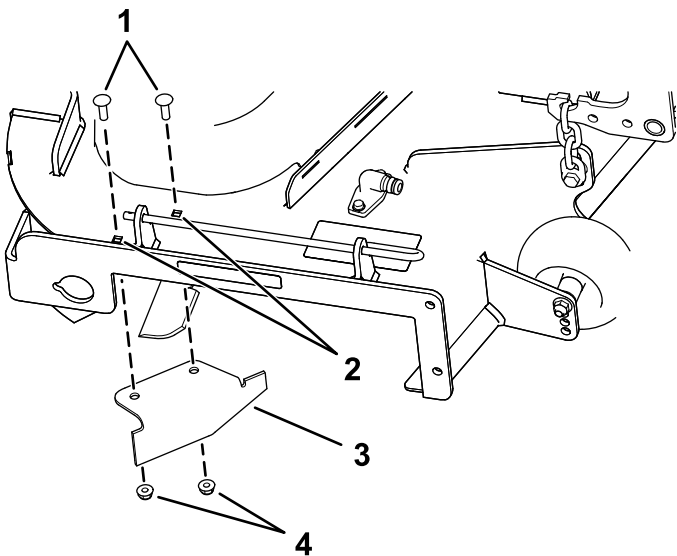

Figure 34
9. Localisez le déflecteur d'ouverture dans le sachet des pièces détachées et retirez les fixations des trous arrière de la plaque d'éjection (Figure 34).